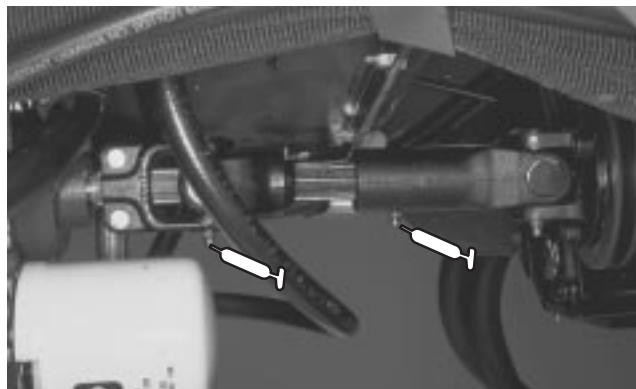
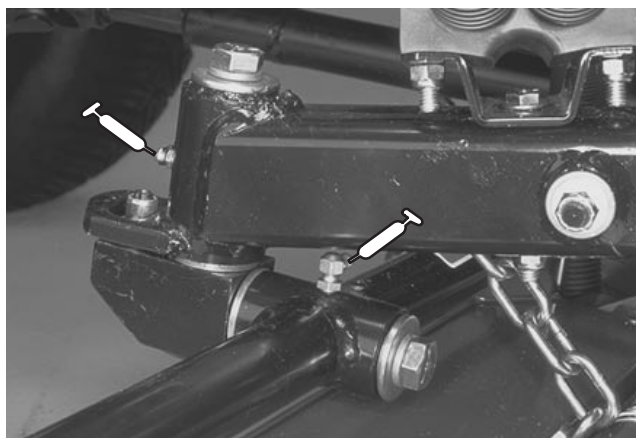
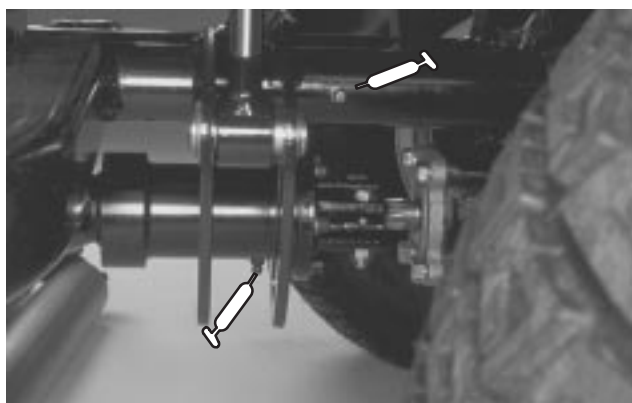
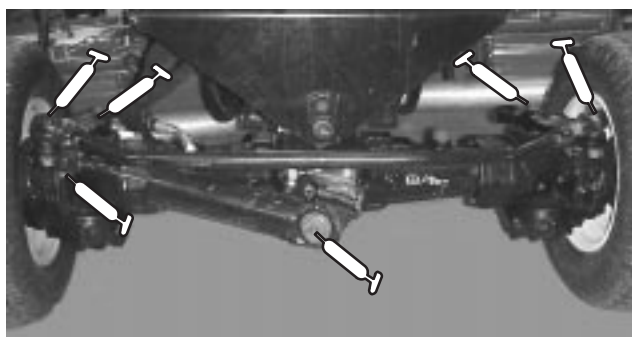

Figure 38
Figure 39
Figure 40
Figure 41
Emplacements et nombre de graisseurs : Arbre de transmission du moteur (3), (Fig. 38) ; Bâti porteur et pivot de plateau de coupe (2 de chaque), (Fig. 39) ; Pivots de bras de levage (5), Embrayage d'arbre de transmission (1) (Fig. 40) ; Bielle de pont arrière (2), Rotules de vérin de direction (2), Pivots de direction d'essieu (2) Pivot de pont arrière (1) (Fig. 41) ; Tringlerie de commande de déplacement à la transmission (1), Palier de support d'arbre de transmission (1), Arbre de transmission de pont arrière (3) (Fig. 42) ; Pédale de frein (1) (Fig. 43) ; Vérins de levage (5) (Fig. 44) et Arbre de ventilateur (Fig. 45).